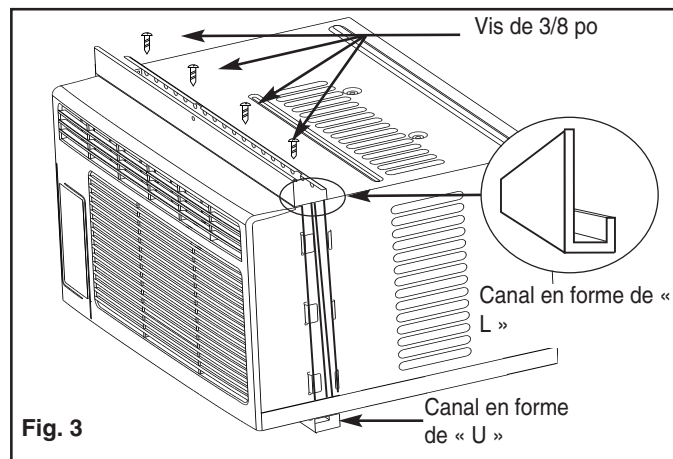

Fig. 3
- Canal supérieur en forme de « L » : Installez le canal en forme de « L » au-dessus du caisson tel que montré à la Fig. 3, en utilisant quatre (4) vis de 3/8 po.